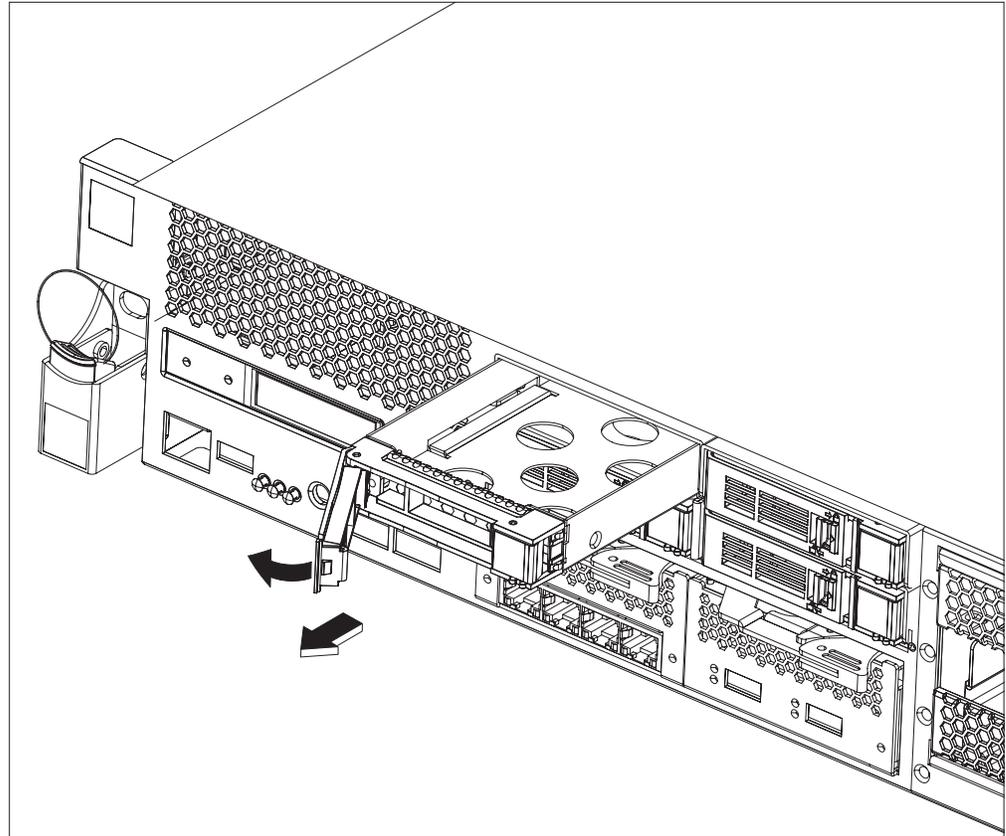

Figure 17. Retrait d'un module d'unité de disque dur (Type 7199)
2. Appuyez sur le bouton bleu pour sortir le levier. La figure 17 illustre les étapes suivantes.